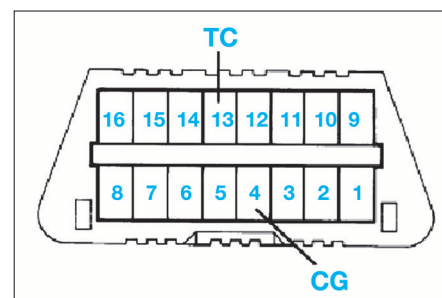

FIG. 16
- Shunter les bornes (TC) et (CG) de la prise diagnostic (fig. 16).